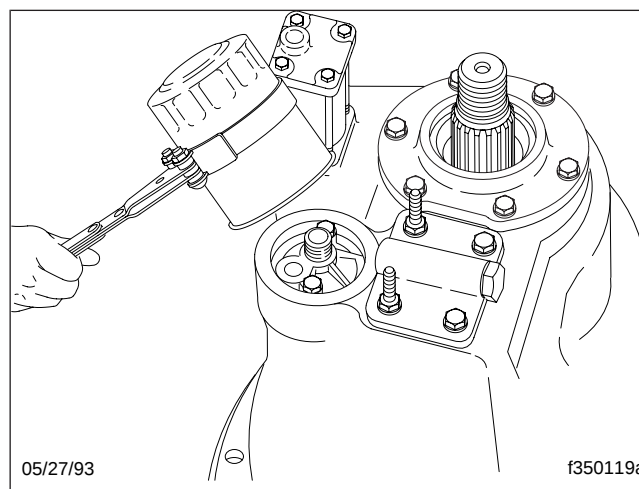

Fig. 1, Retrait du filtre à huile de l'essieu Meritor
3. Si l'essieu est équipé d'une pompe à huile, retirez son filtre à huile. Utilisez une clé à sangle de filtre appropriée; voir la figure 1. Jetez le filtre usé.